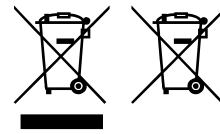

Fig. 1 Fig.2
4. el símbolo (contenedor de basura sobre ruedas tachado - Fig.1), si está impreso sobre el producto o en el paquete, indica que el aparato debe ser objeto de recogida separada al final de su vida útil;